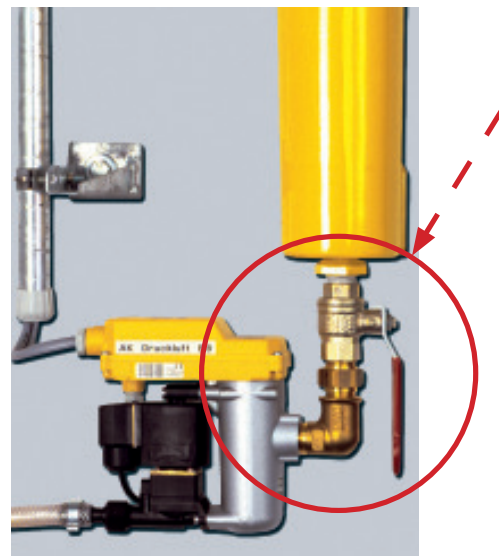

Fig. 3: "ECO DRAIN" con rubinetto
c) Scaricatore di condensa con controllo di livello ("ECO DRAIN", fig. 3)
Tra il sistema di scarico della condensa e lo scaricatore di condensa dovrebbe esserci sempre un tratto di linea munito di rubinetto (**fig. 3**).